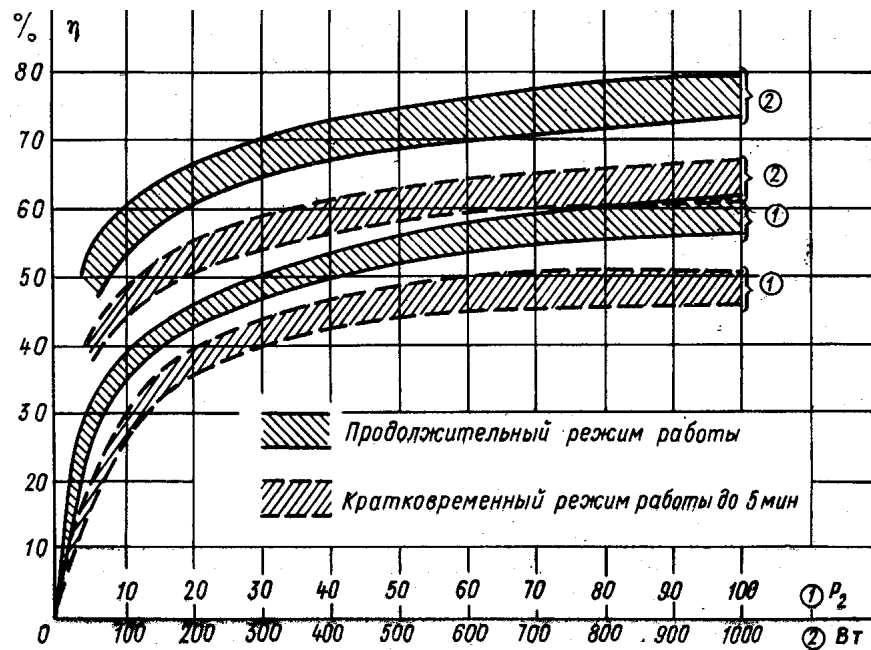

Рис. 1. Кривые КПД малых машин постоянного тока в зависимости от полезной мощности на валу
1). Предварительное значение КПД электродвигателя выбираем по рис.1